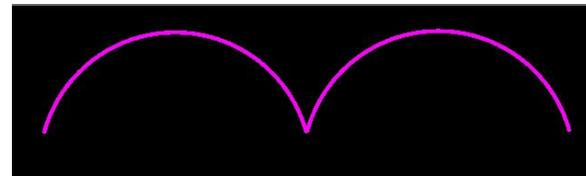

图5-56绘制另一个扇形
(5) 然后绘制另一个扇形，我们也可以将该扇形复制粘贴为一个新的扇形，然后调整半径和形状，如图5-56所示。